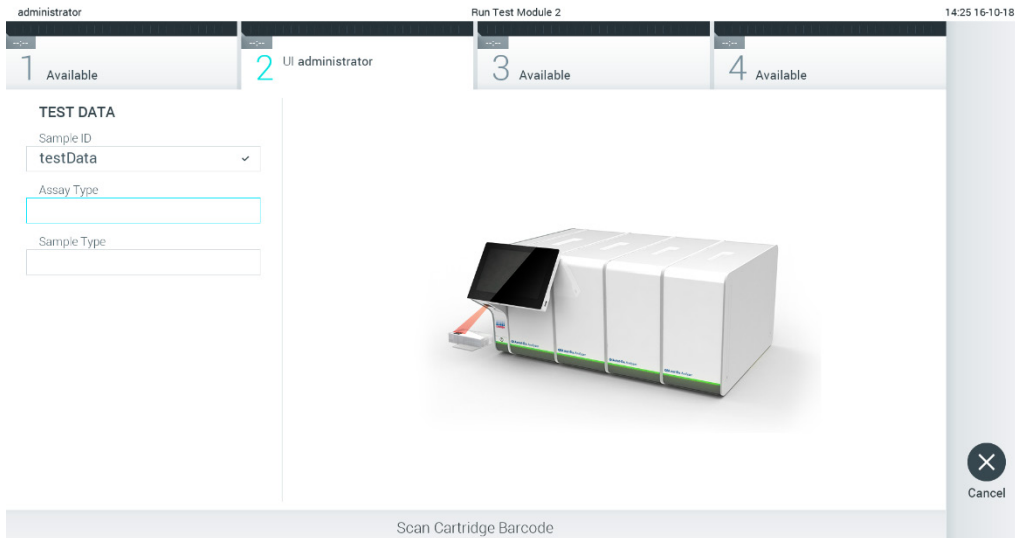

Рис. 24. Сканування штрих-коду картриджа для аналізу КВІАстат-ДКс.
- Коли з'явиться запит, відскануйте штрих-код картриджа для аналізу КВІАстат-ДКс. Аналізатор КВІАстат-ДКс (QIAstat-Dx) 1.0 автоматично розпізнає аналіз, що виконуватиметься, за штрих-кодом картриджа для аналізу КВІАстат-ДКс (рис. 24).